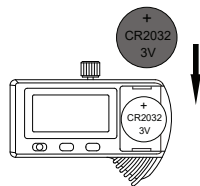

fig.2
- Coloque la pila CR2032 en el compartimento, con el polo positivo (+) hacia fuera (fig. 2).